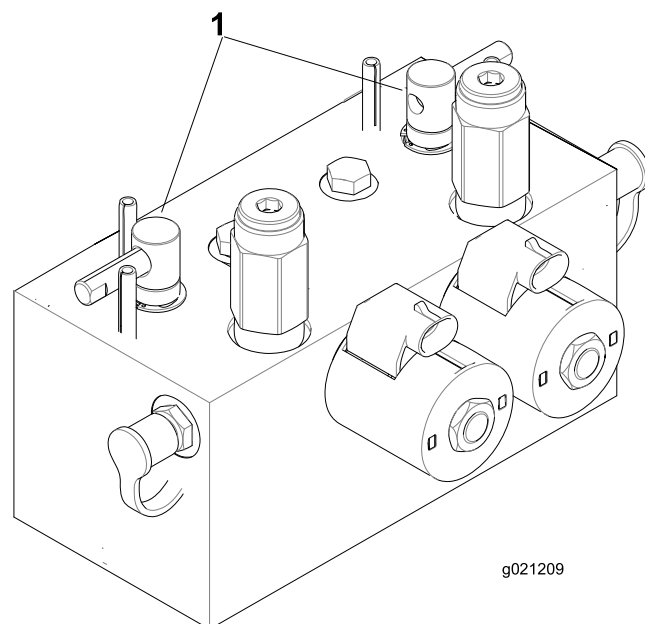

Figura 75
- Sbloccate il sedile ed alzate per esporre le leve di lappatura (Figura 75).
- Selezionate le leve di lappatura anteriore, posteriore o entrambe per stabilire gli elementi da lappare (Figura 75).